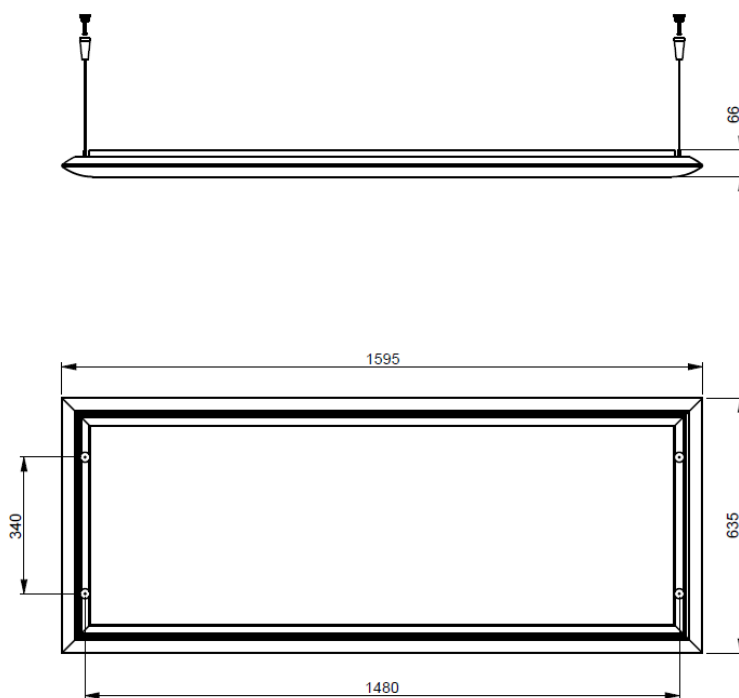

Fig. 1
- Perfore el techo en la posición predeterminada con una punta adecuada (medidas ver 3.1-fig.1) e introducir los tacos.